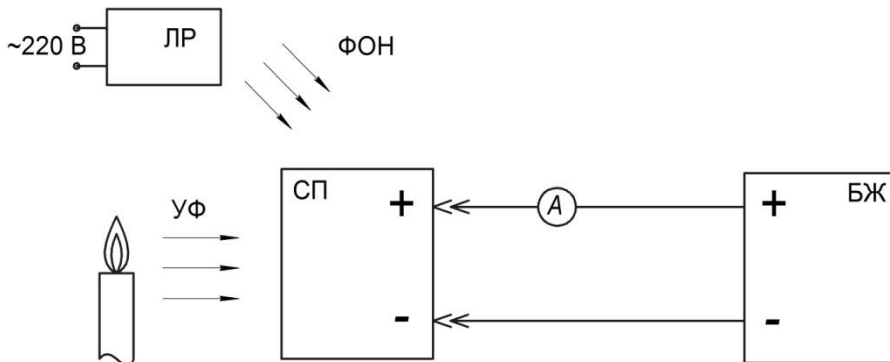

Рисунок 8.1.
8.3.1. Для перевірки зберіть схему установки, приведену на рис. 8.1. Ввімкніть джерело живлення СП в мережу та подайте на СП постійну напругу живлення величиною (10 ... 30) В. Проконтролюйте відсутність самоспрацювання СП.